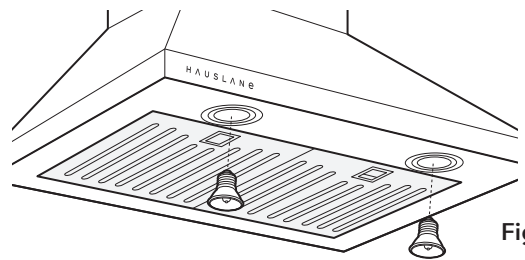

Fig.3
3. Poussez doucement l'ampoule de l'intérieur. Installez de nouvelles lumières en raccordant le fil et en poussant la lumière vers le haut. Réinstallez les baffle filters pour terminer le processus. (Fig.3)